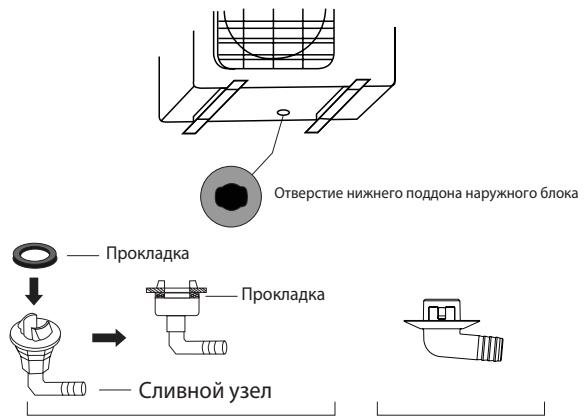

Рис. 4.4
**Если сливной узел оснащен резиновым уплотнением (см. **рис. 4.4 - А**), выполните следующие действия:**
**Если сливной узел не оснащен резиновым уплотнением (см. **рис. 4.4 - Б**), выполните следующие действия:**